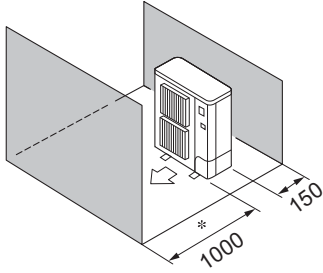

Fig. 3-9
- ⑤ Yalnızca öndeki ve arkadaki engeller (Fig. 3-9)